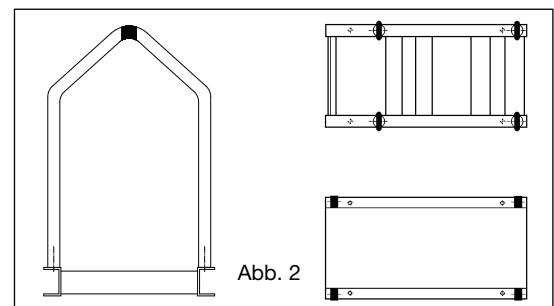

Abb. 2
**Die Hebepunkte der verschiedenen Ausrüstungen dürfen ausschließlich zum Heben der von den Leitungen getrennten Maschine verwendet werden, aus der das Wasser abgelassen wurde. Auf Abbildung 2 werden die Hebepunkte einiger Untergestellen in fett dargestellt.**